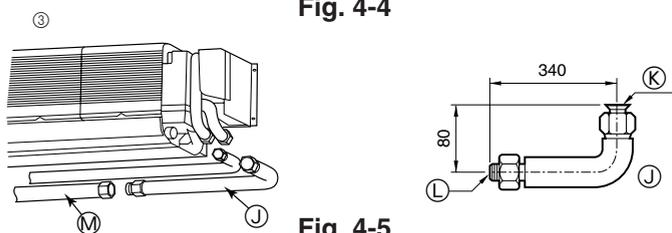

Fig. 4-5
- ③ Tuyau de connexion en L (pour le tuyau de gaz) (Fig. 4-5)
- A 107 mm (60, 71), 102 mm (100)